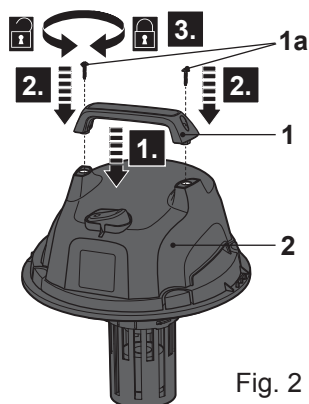

Fig. 2
- > Alinee los agujeros de montaje y el conjunto del asa para transporte (1) con la unidad del motor (2).
- > Fije la conexión con los tornillos (1a) usando un destornillador de estrella adecuado (Fig. 2).